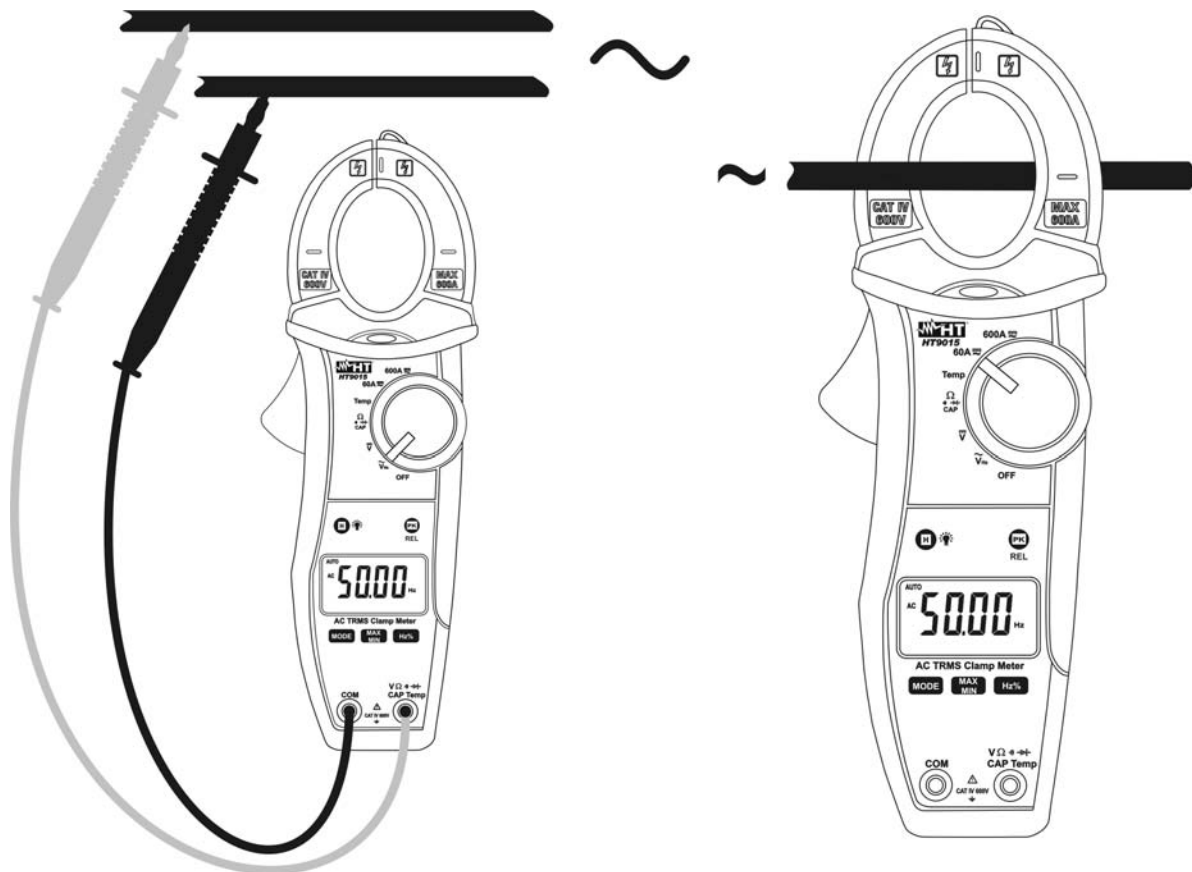

Fig. 11: Måling af frekvens og Duty cycle
3. Isæt den røde testledning i $V_{\Omega} \rightarrow CAPHz\%Temp$ bøsningen (rød) og den sorte testledning i **COM** bøsningen (sort) (se fig. 11 – venstre side), for frekvensmåling med testledninger. Åben tangen og put den testede leder ind i midt af tangen (kæberne) (se fig. 11 – højre side), for frekvensmåling med kæberne. Markørvisning er ikke tilgængelig i frekvens – og duty cycle test.